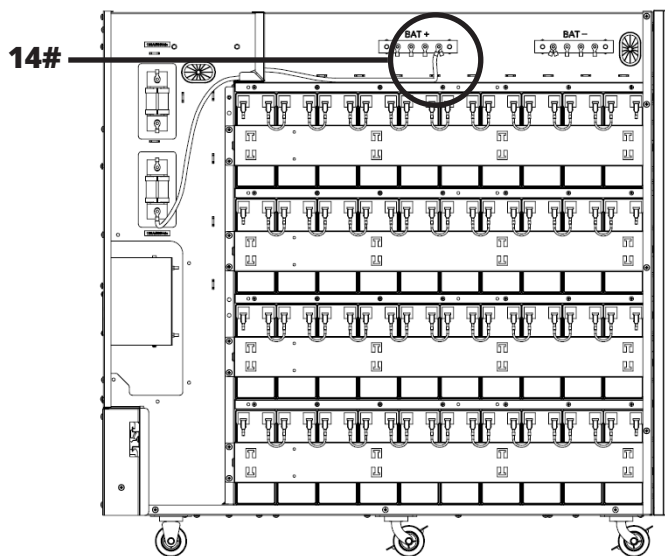

Figura 5-23
35. Conecte la barra colectora de la batería + al fusible (Figura 5-23).